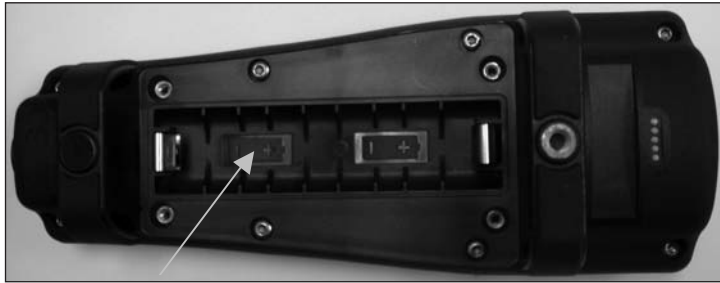

Abbildung 1. Pro30 mit abgenommener Batterieabdeckung.
4. Legen Sie die neuen Batterien ein, wobei auf die Ausrichtung der Polarität zu achten ist (Abbildung 1).